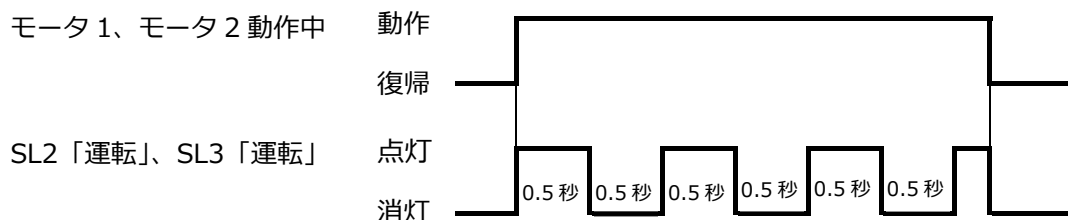

図 1 モータ 1、モータ 2 動作中における SL2「運転」、SL3「運転」の ON/OFF タイムチャート
- ③ “供給選択中”が ON、“排気選択中”が OFF のとき、“手動 ON”または、BS2「運転」を押すと、モータ 1 が“供給モータ指令回転数”で指定された回転数で正回転する。
- ④ モータ 1 回転中に“手動 OFF”または、BS1「停止」が押されると、モータ 1 は停止する。
- ① 手動運転中に COS「手動」が自動に切り替わった時の条件を以下に示す。
- ② モータ 1 またはモータ 2 が回転中、“供給選択中”または“供給選択中”の状態が変更されるとモータは直ちに停止する。
- ③ モータ 1 が回転中に“供給モータ指令回転数”の数値の変更は不可とする。
- ④ 「LS1」が ON しているとき、モータ 2 は回転しない。
- ⑤ 「LS2」が ON しているとき、モータ 1 は回転しない。
- ⑥ 手動運転中の SL の表示を以下に示す。
- ・ モータ回転中は、図 1 に示すように SL2「運転」、SL3「運転」が 0.5 秒間隔で点滅する。
- ⑦ 異常検出中の条件を以下に示す。